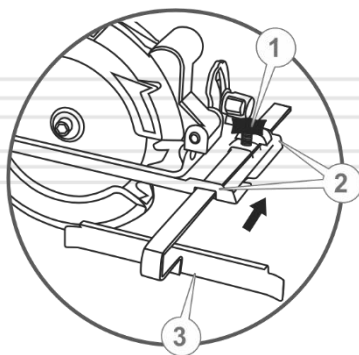

Рисунок 6. Встановлення паралельної напрямної.
5.5 Порядок встановлення паралельної напрямної (див. рис. 6)